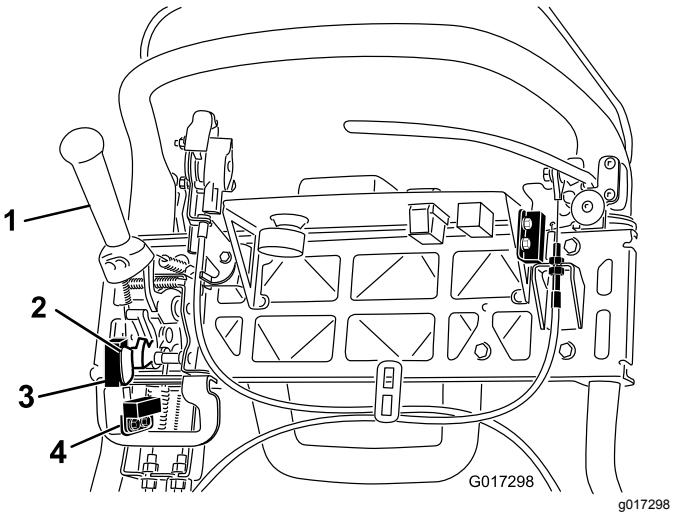

Figura 44
4. Afloje las fijaciones de montaje del interruptor de seguridad (Figura 44).
5. Coloque un suplemento de 1,6 mm de grosor entre la palanca de tracción y el interruptor de seguridad (Figura 44).
4. Afloje las fijaciones de montaje del sensor de siega (Figura 44).
5. Coloque un suplemento de 1,6 mm de grosor entre el indicador de sensor de siega y el sensor (Figura 44).